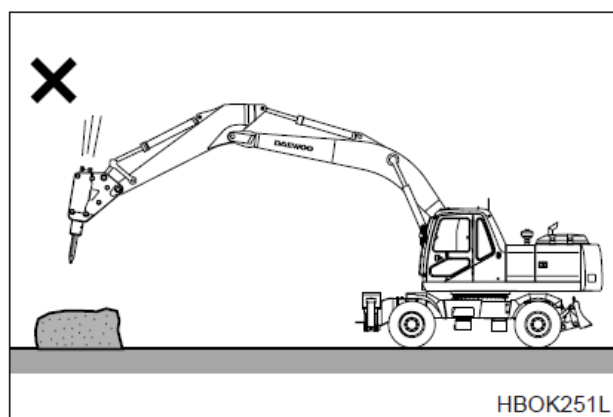

Рис. 74
3. НЕ использовать дробилку в качестве молота. (Рис. 74)